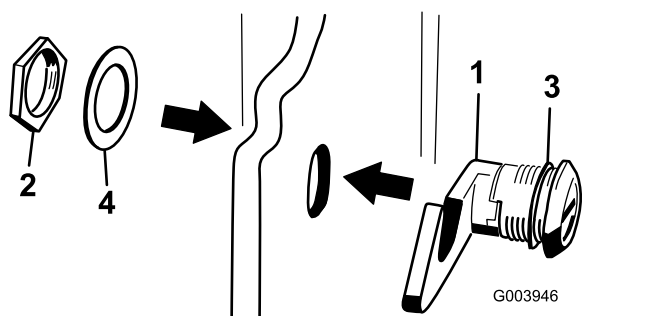

Figure 6
3. Retirez l'écrou du loquet de capot (Figure 6).
4. À l'extérieur du capot, insérez le côté en crochet du loquet dans le trou du capot en vérifiant que la rondelle d'étanchéité en caoutchouc reste à l'extérieur du capot (Figure 6).